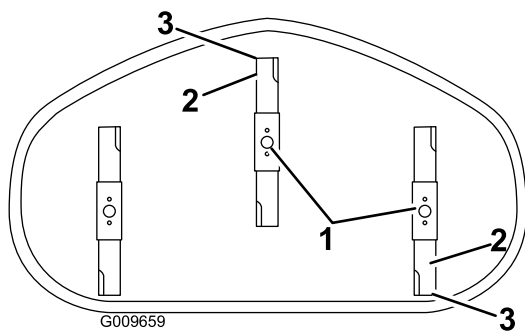

Figure 57
4. Faites pivoter les lames avec précaution pour faire passer les pointes avant à l'arrière (Figure 57).
- Mesurez la distance entre la pointe de la lame avant et la pointe de la lame arrière par rapport à la surface plane (Figure 57). Si la pointe avant de la lame n'est pas de 1,6 à 7,9 mm (1/16 à 5/16") plus basse que la pointe arrière, réglez le contre-écrou avant.
lame soit de 1,6 à 7,9 mm (1/16 à 5/16") plus basse que la pointe arrière (Figure 57).